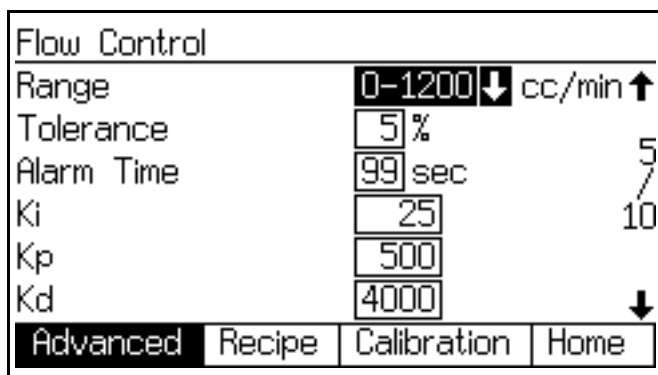

図 92. 高度な設定画面 5 (流量制御のみの自動モード)
2. **高度な設定画面 5** へ進みます (図 92 を参照して下さい)。お持ちのアプリケーションで最大の流量目標を最も良くカバー出来る流量範囲を選択して下さい (たとえば、0-1200)。